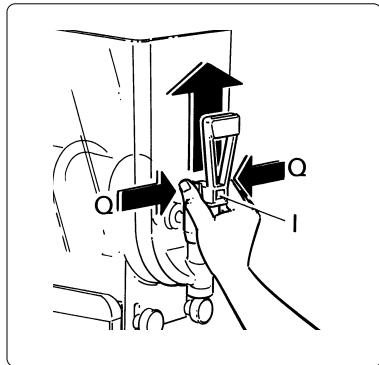

Fig. 12
- appuyez en même temps sur les deux ailettes de blocage (Q) et levez le robinet (I) pour le retirer de son logement (voir la fig. 12).